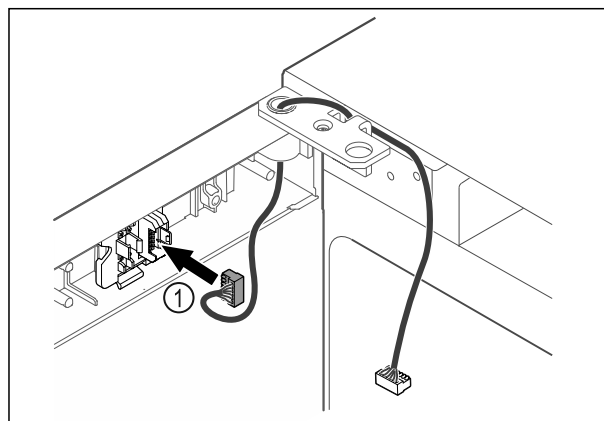

Fig. 59
- ▶ Wtyczkę Fig. 59 (1) należy włożyć w uchwyt wtyczki.